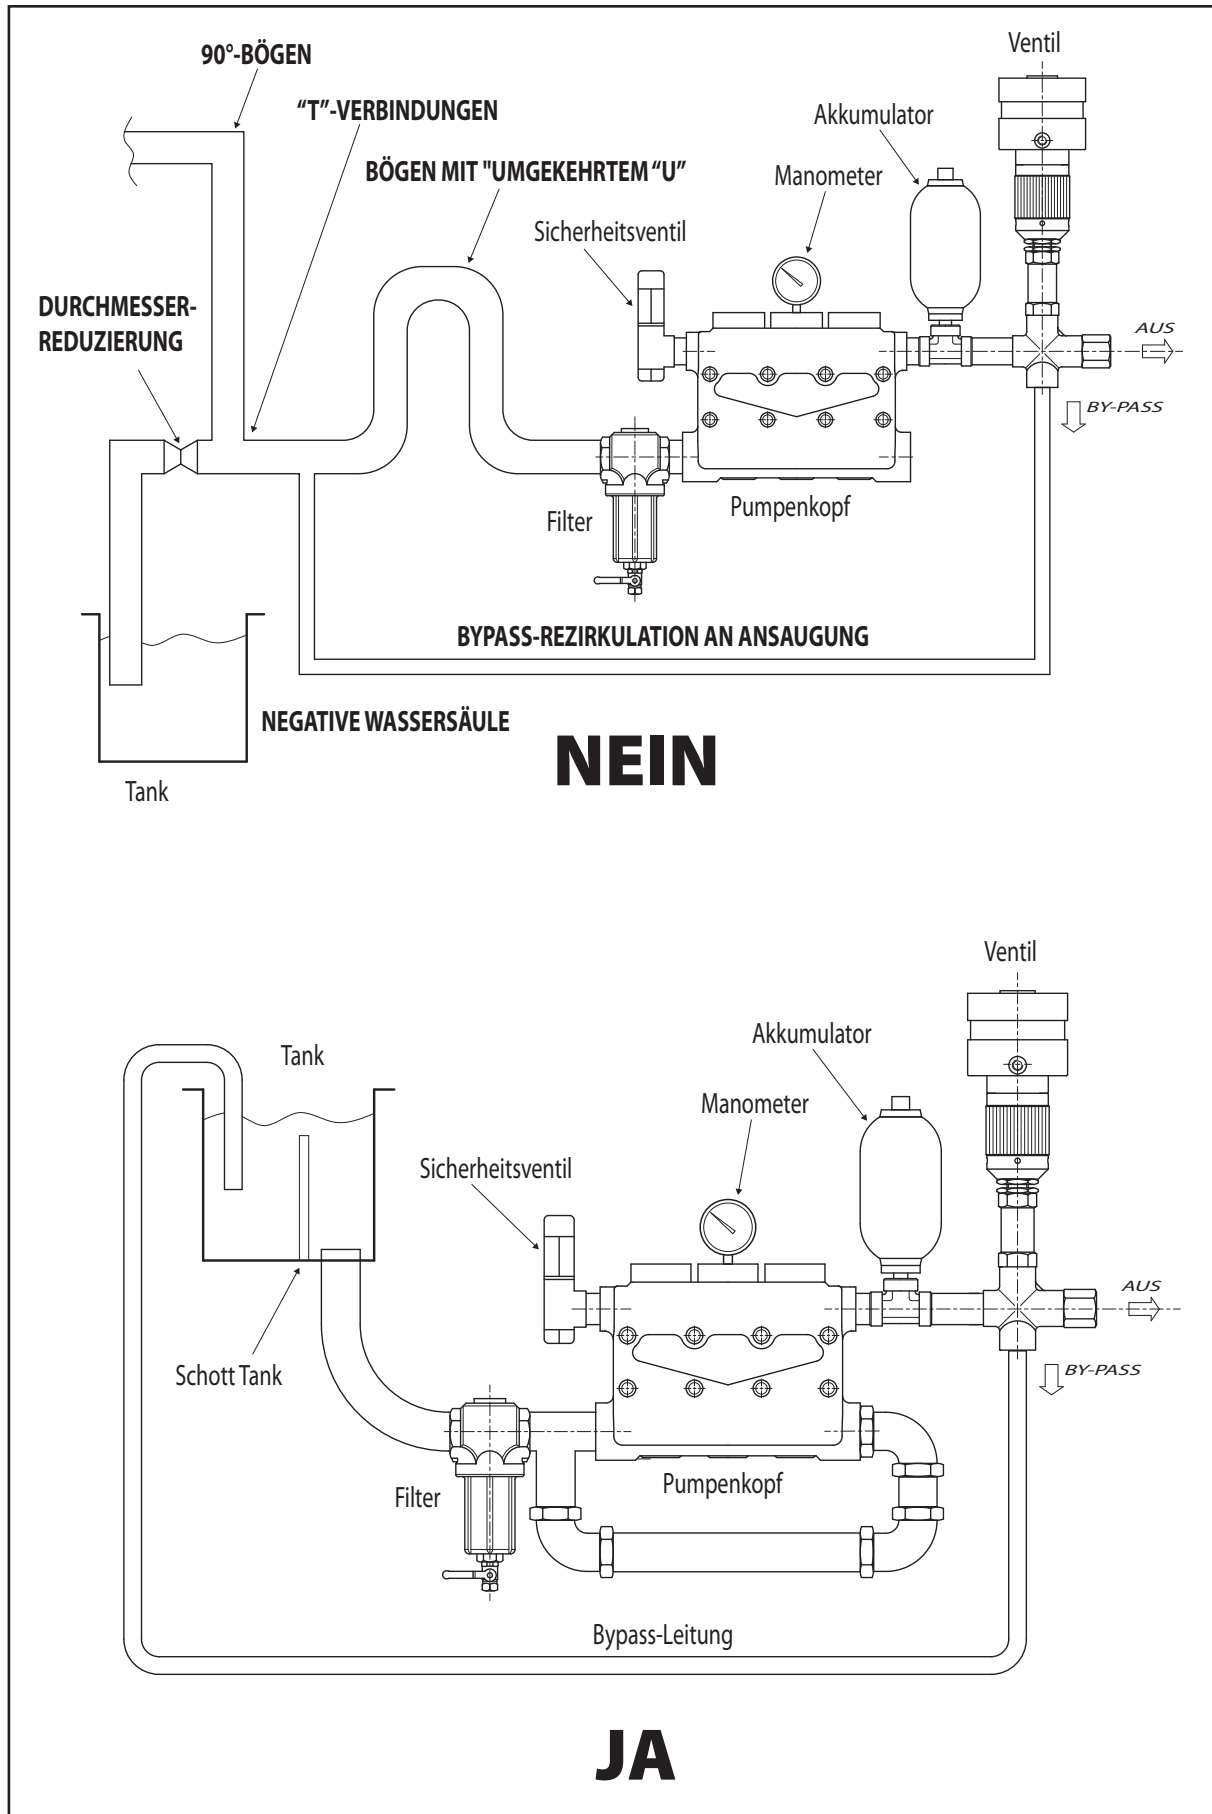

Abb. 2
Für die Hydraulikanschlüsse von Ansaugung, Auslass und By-Pass auf die Abb. 2 Bezug nehmen, wo ein allgemeines Schema einer möglichen Maschine, in die die Pumpe eingebaut ist, dargestellt wurde.
- An der Pumpenansaugung Drosselstellen, Gegenneigung und Bögen mit umgekehrtem “U” vermeiden. Sich dessen versichern, dass die Anlage das Entleeren der Ansaugrohrleitungen beim Anhalten der Pumpe vermeidet (siehe auch Abb. 2).